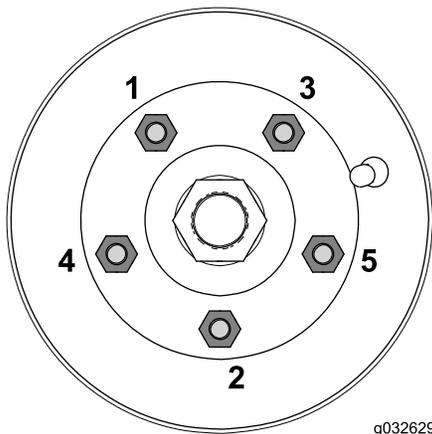

Figura 84
3. Serrate i dadi ad alette a 88-115 N·m secondo l'ordine seguente (Figura 84).